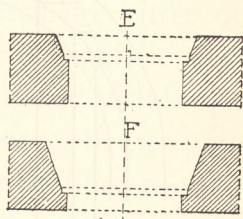

Fig. 162.
Selon l'épaisseur des murs, on peut faire varier ces données; dans un mur très épais, l'architecte pourra constituer une sorte d'abri en avant de la porte en donnant une grande profondeur au tableau (E) (fig. 162); mais le plus souvent c'est l'ébrasement qui grandira (F) au profit de l'éclairage de la pièce, et afin de permettre le développement complet des *vantaux* de la porte en menuiserie contre les parois de l'ébrasement.